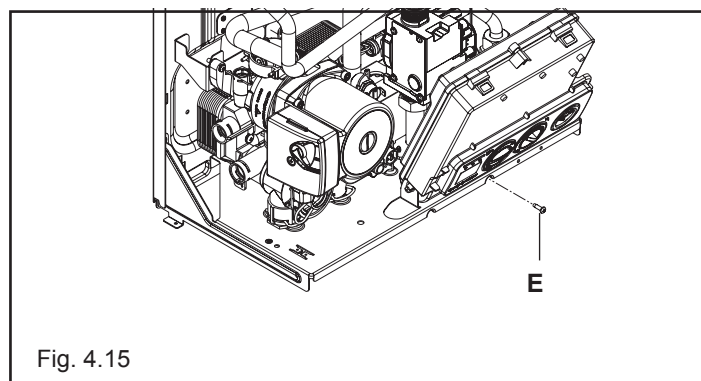

Fig. 4.15
- svitare la vite di fissaggio (E) del cruscotto (fig. 4.15)